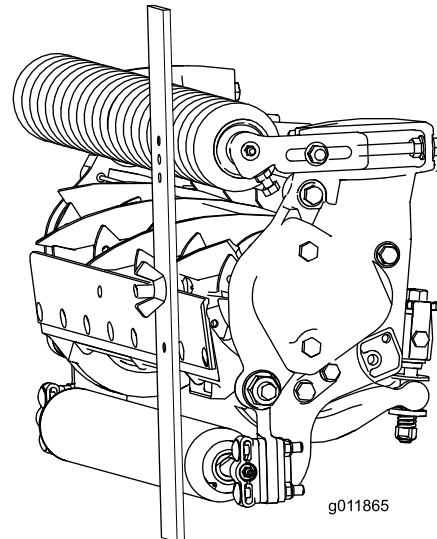

Bild 16
3. Haken Sie den Schraubenkopf an die Schnittkante des Untermessers ein, und stützen Sie das hintere Ende der Leiste auf der Heckrolle ab (**Bild 16**).
4. Drehen Sie die Einstellschraube, bis die vordere Rolle die Messleiste berührt (**Bild 16**). Stellen Sie beide Enden der Rolle ein, bis die ganze Rolle parallel zum Untermesser ist.